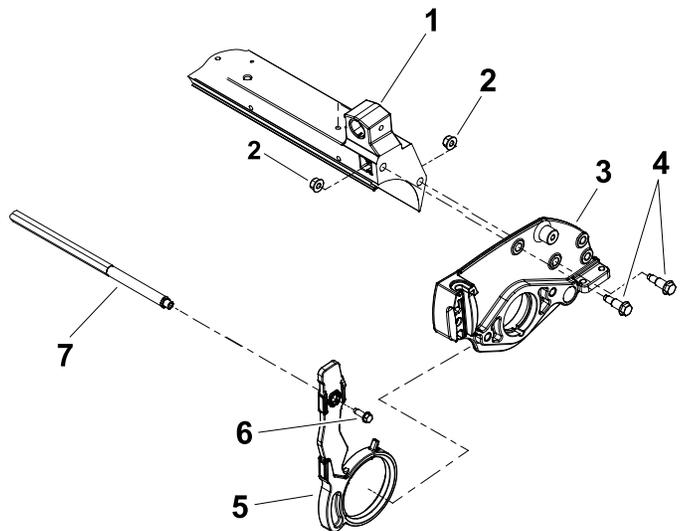

Figura 12
2. Deslice con cuidado la chapa lateral con el nuevo brazo de inclinación sobre el conjunto del molinete de corte (Figura 12).
3. Instale los pernos de cuello largo y las tuercas con arandela prensada para sujetar la chapa lateral al travesaño (Figura 12).
5. Coloque el enlace transversal en los brazos de inclinación y fíjelo con 2 tornillos con cabeza de arandela (Figura 12).